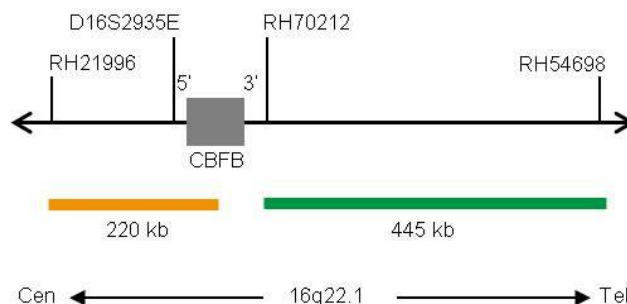

Fig. 1: SPEC CBFB Mapa da sonda (sem escala)
- Polinucleótidos (~10.0 ng/μl) com marcação ZyGreen (excitação 503 nm/emissão 528 nm), dirigidos ao mapeamento de sequências alvo em 16q22.1\* (chr16:67,161,347-67,605,304) distais ao ponto de quebra do gene CBFB (ver Fig. 1).
- Polinucleótidos (~4.5 ng/μl) com marcação ZyOrange (excitação 547 nm/emissão 572 nm), dirigidos ao mapeamento de sequências alvo em 16q22.1\* (chr16:66,882,262-67,102,895) proximais ao ponto de quebra do gene CBFB (ver Fig. 1).